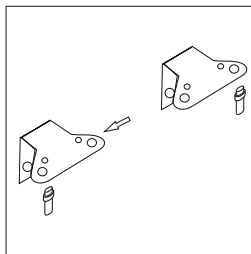

Рисунок 11
7. Отвинтите штырь верхней петли и установите его в левое отверстие (рис. 11).